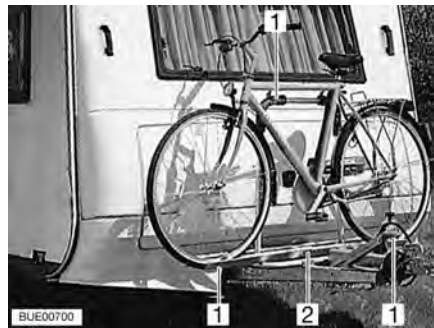

Fig. 10 Portabiciclette nella zona anteriore
- Sistemare le biciclette sul portabiciclette (Fig. 10,2) e legarle con la cinghia Quick (Fig. 10,1).